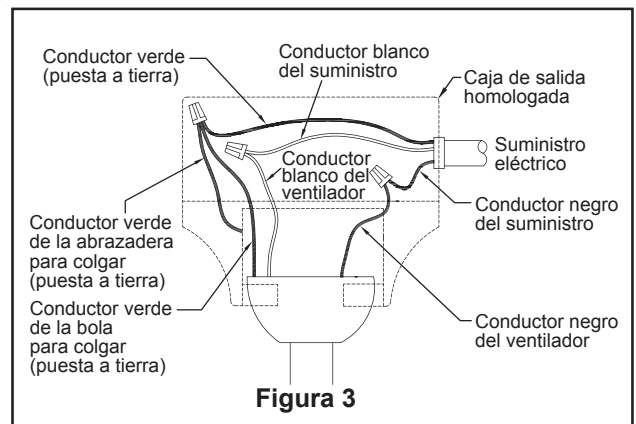

Figura 3
### Uso del soporte (Figura 3)
3. Afloje los dos tornillos de fijación del soporte del barral. Introduzca los cables de color negro, blanco, azul y cable de seguridad a través de la varilla. (Figura 3)
1. Perfore un orificio de 1/4" en la estructura del edificio para evitar grietas con la instalación del tornillo de intervalo. Utilice el tornillo de intervalo de 3/8"x 2" y la arandela plana para fijar el cable de seguridad a la viga del techo o a la estructura de madera. Dicho tornillo pasará a través de arandela plana, la presilla del cable de seguridad y se fijará en la estructura del edificio. (Figura 3)
**NOTA:** el cable de soporte para techo no se puede asegurar solamente a la caja de conexiones; se debe asegurar directamente a la viga de techo o miembro estructural con el tornillo de cabeza cuadrada de 3/8"x2" y la arandela plana. (Figura 3)
2. Una vez realizadas las conexiones, gire los conductores hacia arriba y, con cuidado, colóquelos dentro de la caja de salida; con los conductores blancos y verdes hacia un lado y los conductores negros hacia el otro. (Figura 3)
3. Para que el ventilador sea funcional, instale las pila (incluidas) de 23A/12V en el transmisor del mando a distancia. Mientras el ventilador esté apagado. A continuación, siga el proceso de fijación remota de código. Si no se utiliza el ventilador durante un largo periodo de tiempo, extraiga la batería para evitar cualquier daño al transmisor. Almacene el mando a distancia en un lugar alejado del calor o la humedad excesiva. (Figura 3)